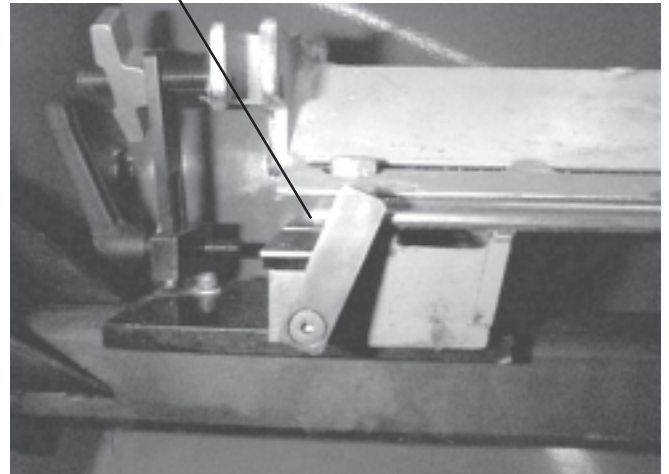
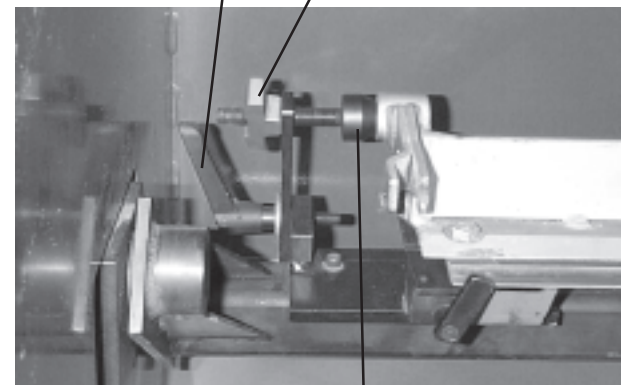

FIG. 22
FIG. 23
2. Posicione la cuchilla de base para que las puntas sin desgaste en una cuchilla de base usada o los fines de una cuchilla de base nueva estén en las puntas del calibre. Vea FIG. 22. Jale la cuchilla de base firmemente hacia adelante contra las puntas del calibre. Instale los centros aflojando las manivelas de cierre de los brazos solo lo suficiente para deslizar los brazos y aflojando la perillas de cierre de centros. Posicione el centro en un agujero de cuchilla de base y apriete la perilla de cierre del centro y la manivela de cierre del brazo en ambos lados. Vea FIG. 23. Gire hacia abajo y estacione ambas puntas del calibre de alineación.